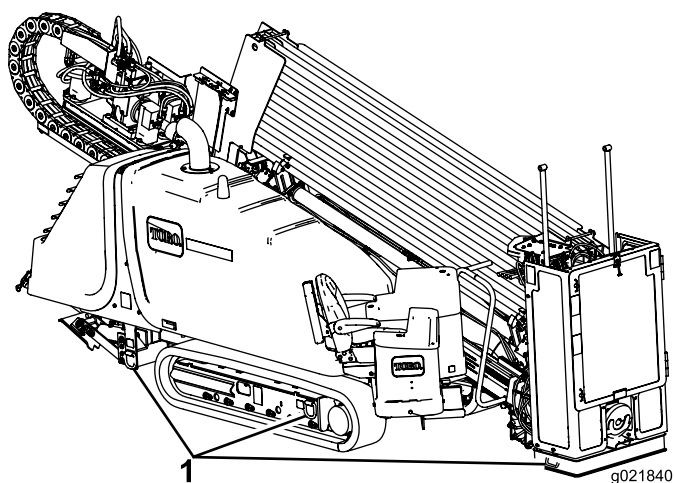

Figure 71
8. À l'aide de chaînes et d'attaches de capacité suffisante, accrochez à la remorque les anneaux des cadres des chenilles droite et gauche ainsi que de la plaque d'ancrage (Figure 71).